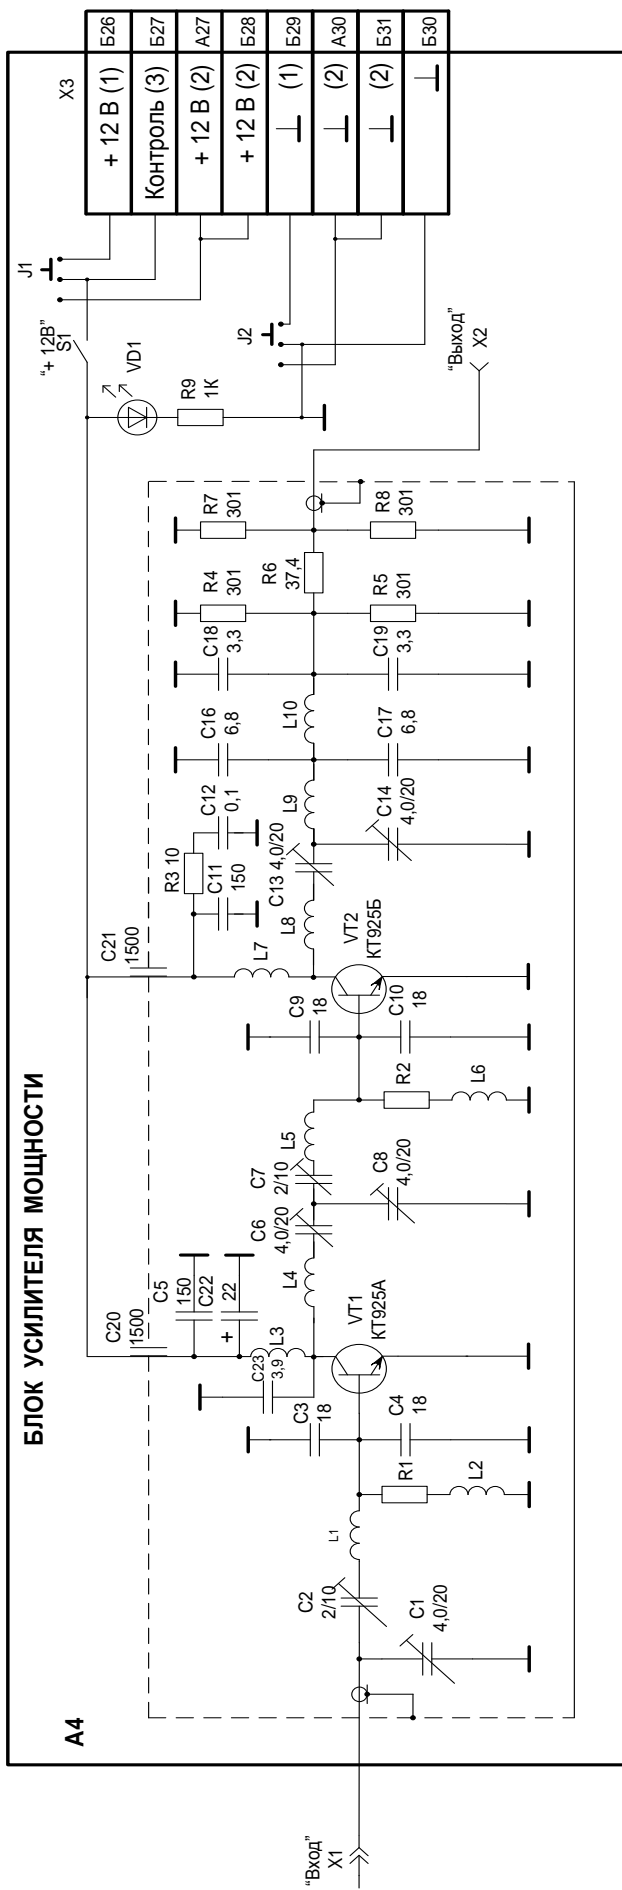

Рисунок 1 – Принципиальная схема усилителя мощности.
3.7. Изучить схему, принцип действия, элементную базу усилителя мощности по рис. 1.
3.8. Изучить конструкцию усилителя мощности по рис. 1. Особое внимание обратить на экранирование, теплоотвод и фильтрацию по цепи питания.